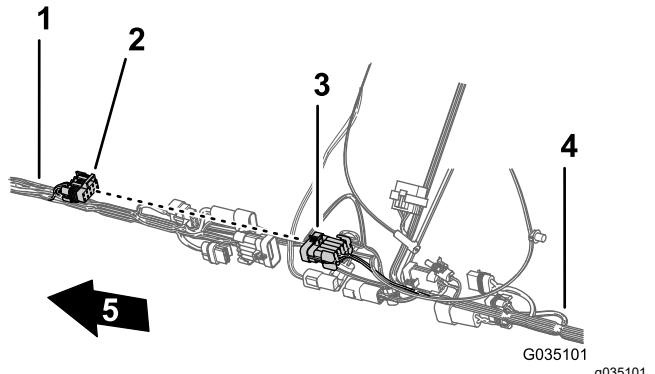

Figura 78
2. Conecte el conector hembra de 10 vías de interconexión del arnés delantero al conector de 10 pinos de interconexión del arnés trasero (Figura 78).